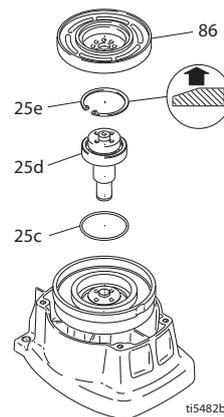

Fig. 6
- 7 Fig. 6. Enlevez la bague de retenue (25e).
- 1 Fig. 6. Examinez le joint torique (25c) et remplacez-le s'il est déterioré ou manquant.